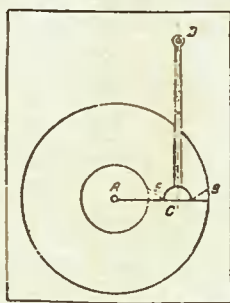

Рис. 1
На диск граммофонного механизма нужно положить какую-либо не особенно ценную стандартную грампластинку (диаметром 25 см, такие пластинки имеют наибольшее распространение). Из центра пластинки проводят карандашом радиус до ее края (рис. 1, линия AB). Ту часть радиуса (EB), которая проходит по площади со звуковыми бороздками, делят пополам и из середины (точка C) восстанавливают перпендикуляр, который мысленно продолжают за край пластинки. Этот перпендикуляр (линия CD) является линией, по которой устанавливается тонарм. Игла должна упираться в точку C , а плоскость самого адаптера должна совпадать с линией EB . Точка D является условной точкой крепления оси тонарма. При таком способе крепления тонарма достигается в общем достаточно равномерный износ пластинки по всей ее площади.